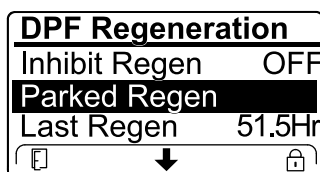

Figura 41
- Se il computer del motore richiede una rigenerazione di recupero, oppure sta eseguendo una rigenerazione di recupero, e voi scorrete il menu verso il basso fino all'opzione PARKED REGEN, la rigenerazione parcheggiata viene bloccata e l'icona di blocco (Figura 41) compare nell'angolo in basso a destra dell'InfoCenter.